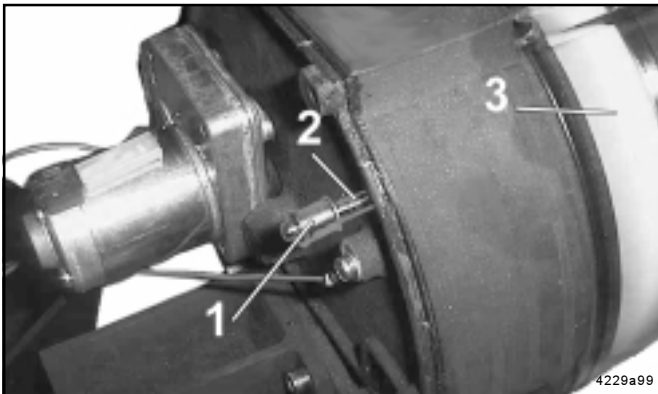

Fig. 17 -Pièces du dispositif de signalisation de bas niveau pour QLS 301
- Quand le réservoir est vide, le plateau suiveur 3 (fig. 17) du réservoir déplace la tige 2 en même temps que l'aimant devant une plaquette, déclenchant ainsi un signal de bas niveau affiché à l'extérieur.